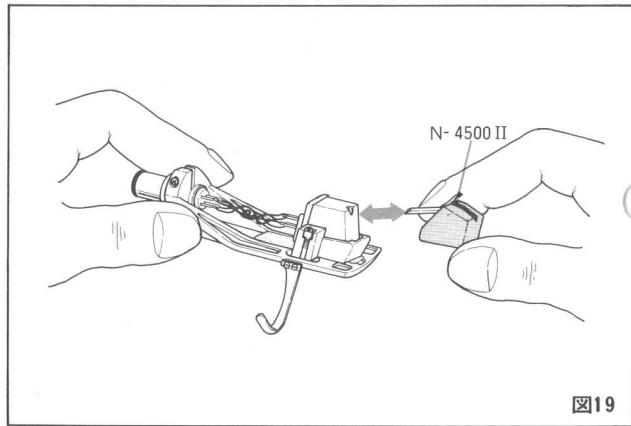

図19
- ①トーンアームからヘッドシェルを取り外します。
- ②古い針先ホルダーを手前に引いて取り外します。(図19)
- ③新しい針先を②と逆の方法でしっかりとさこみます。
- ④ヘッドシェルをトーンアームに取付けます。